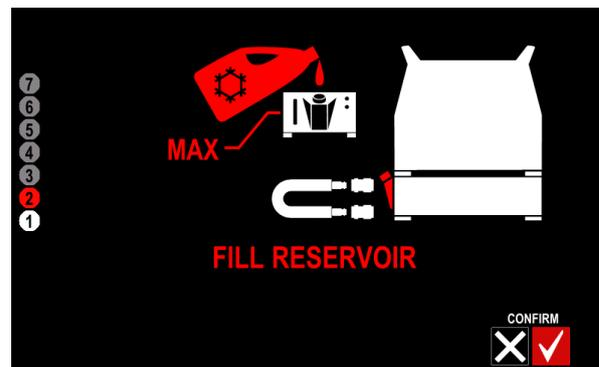

Figure 15
- Remplir le réservoir du liquide de refroidissement au niveau maximal - 4,5 litres (Figure 15 ou 23).